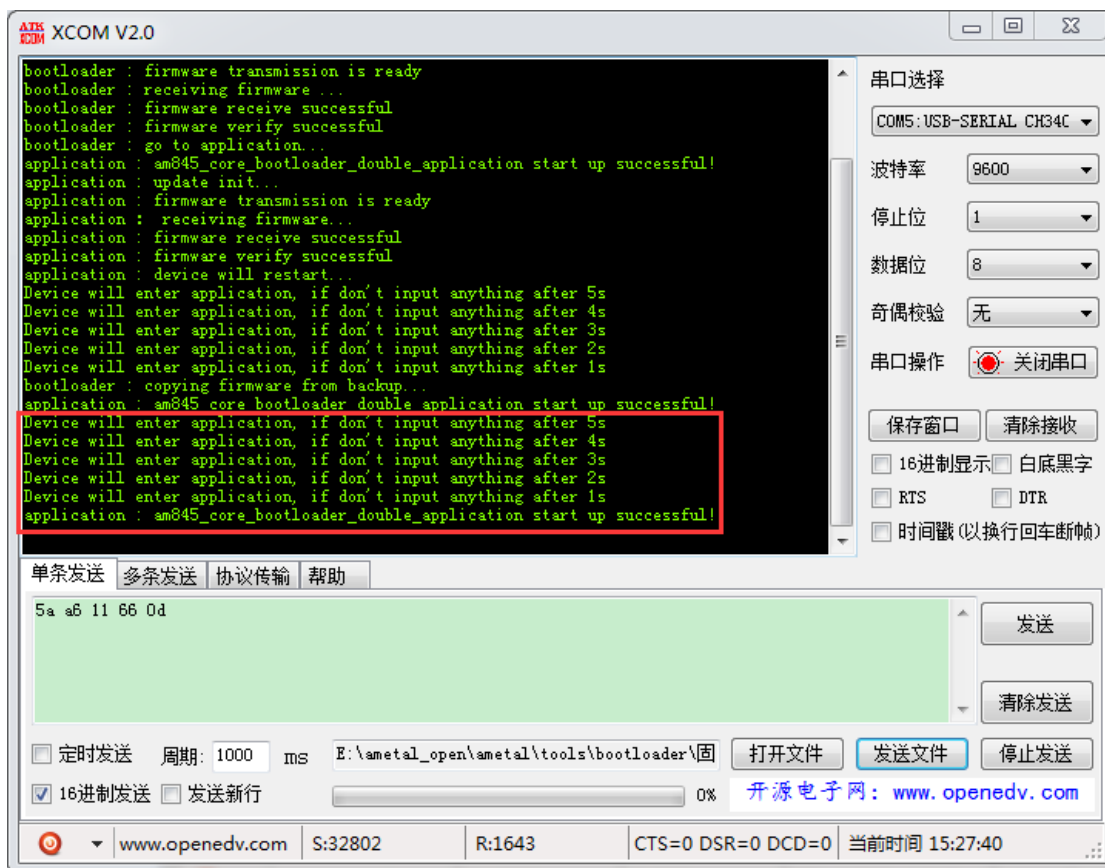

图 31: 复位再运行
5、复位再运行。观察串口助手和开发板可以看见启动延时后，直接跳转至应用代码开始执行，如 图 31 所示。